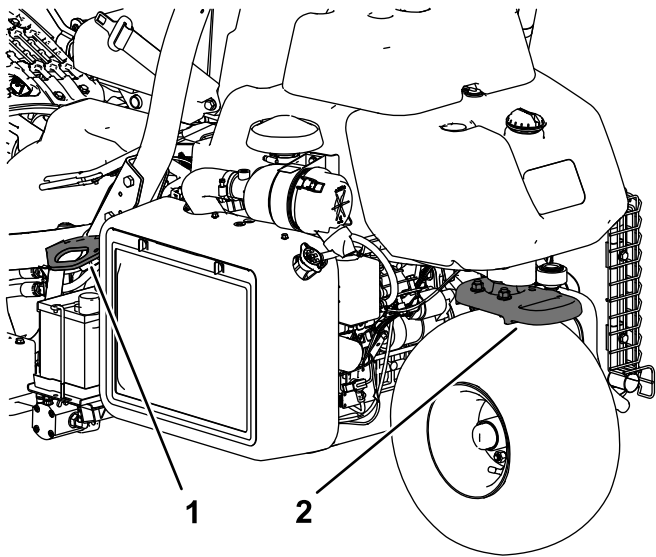

Figura 24
- Amarre la máquina firmemente con correas, cadenas, cables o cuerdas. Tanto las correas delanteras como las traseras deben orientarse hacia abajo y hacia fuera respecto a la máquina (Figura 24).